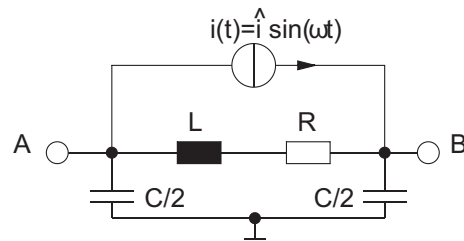

Abb. 1.3: Symmetrische Anregung
- b) Berechnen Sie die Eigenresonanzfrequenz f_r der Spule bei symmetrischer Anregung zwischen den Punkten A und B gemäß Abb. 1.3.